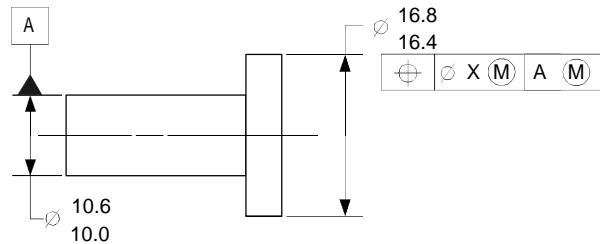

Figura 1
2. En la figura 1 el dispositivo para simular el eje de datum A será . . .